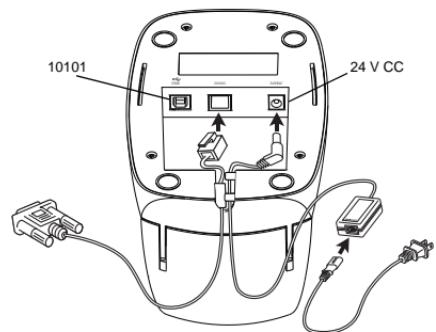

Figure 3
- 1 Raccordez l'extrémité du câble série munie du connecteur RJ11 au port série au bas de l'imprimante. Voir Figure 3.